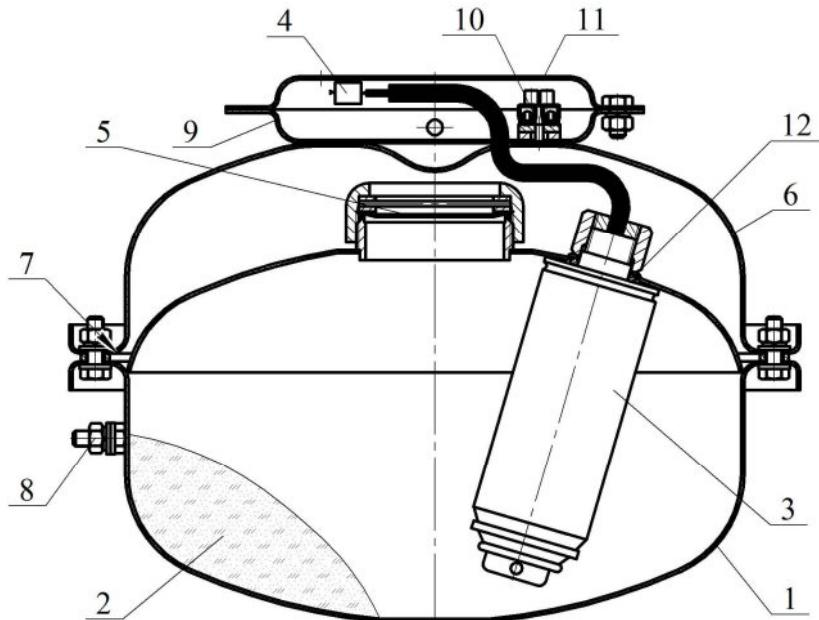
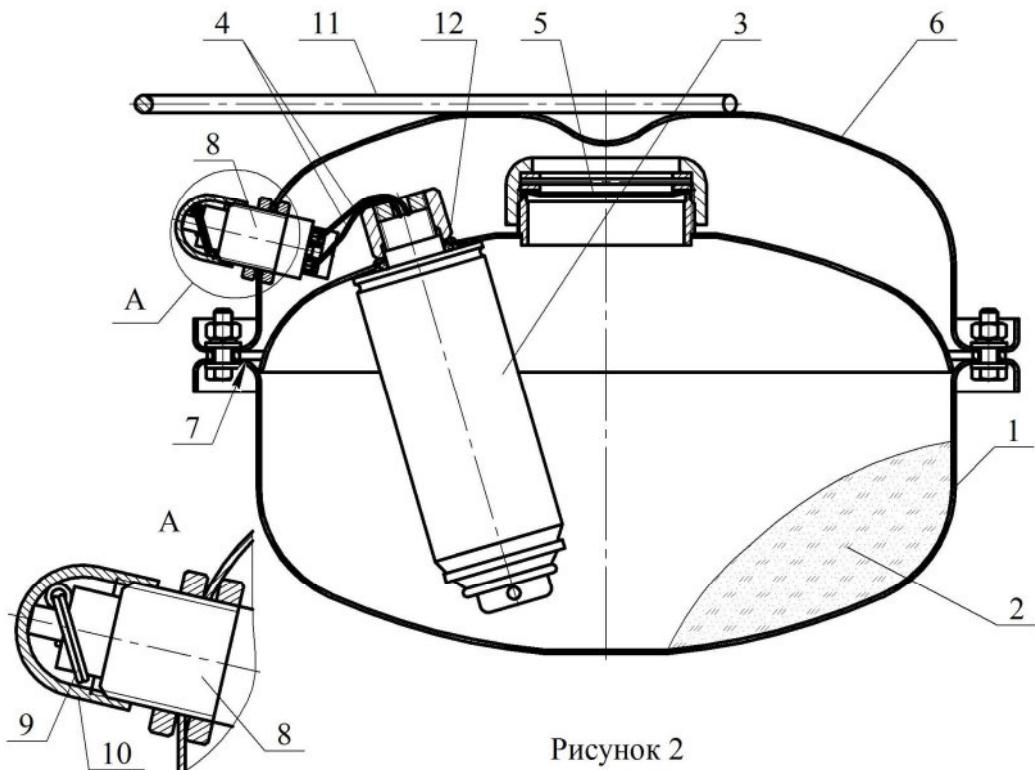
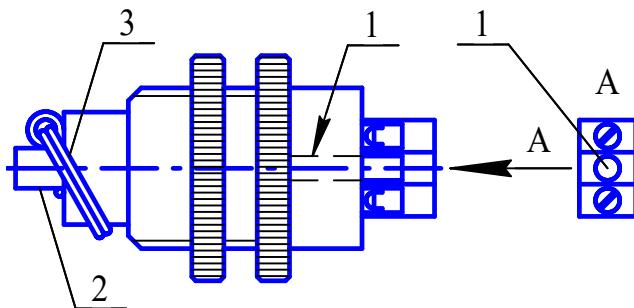

Рисунок 1
Рисунок 2
Рисунок 5
4.1.1 МПП (см. рисунок 1) состоит из корпуса **1**, в котором размещаются огнетушащий порошок (далее по тексту - ОП) **2** и источник холодного газа (далее по тексту - ИХГ) **3** с элементом электропусковым **4**. Сопловое отверстие для выхода ОП из корпуса перекрыто мембраной **5**. Со стороны соплового отверстия корпус **1** соединен с отражателем **6**. Насадок - распылитель **7** для выхода ОП представляет щелевой зазор между корпусом **1** и отражателем **6**. Модуль имеет заземляющий зажим **8**. На отражателе установлен фланец **9**, в котором для соединения выводов элемента электропускового с вводной цепью пускового устройства расположен зажим контактный-винтовой **10**. МПП снабжён кронштейном **11** для крепления к потолочному перекрытию, стене или полу.
4.2.1 МПП (см. рисунок 2) состоит из корпуса 1, в котором размещаются ОП 2 и ИХГ 3 с элементом электропусковым 4.
- хранение МПП без заглушки **10** (см. рисунок 2);
6.1.2 Закрепить кронштейн **11** (см. рисунок 1) на потолке, стене, полу или иной несущей поверхности. Координаты отверстий в кронштейне, предназначенном для крепления МПП, показаны на рисунке 3.
6.2.2 Взять МПП за ручку 11 (см. рисунок 2), свободной рукой с устройства пускового ручного 8 снять заглушку 9 и извлечь чеку 10.
- ИХГ-5(М)-01 СИАВ 066614.025.000 ТУ для МПП(Н)-5-И-ГЭ-У2, ИХГ-5(М)-02 СИАВ 066614.025.000 ТУ для МПП(Н-Т)-5-И-ГЭ-У2, ИХГ-5(М)-06 СИАВ 066614.025.000 ТУ для МПП(Н-Т1)-5-И-ГЭ-У2 (поз. 3 рисунок 1) или ИХГ-5(М)-05 СИАВ 066614.025.000 ТУ (поз. 3 рисунок 2) для МПП(Н-Р)-5-И-ГЭ-У2 – 1 шт.;
7.4 Для восстановления устройства пускового ручного после срабатывания МПП необходимо через отверстие 1 (см. рисунок 5) в основании устройства поднять шток 2 и закрепить чекой 3. Для подъема штока 2 необходимо использовать незаостренный стержень диаметром 1,5…2 мм. После восстановления верхнюю часть узла активации закрыть заглушкой 10 (см. рисунок 2).